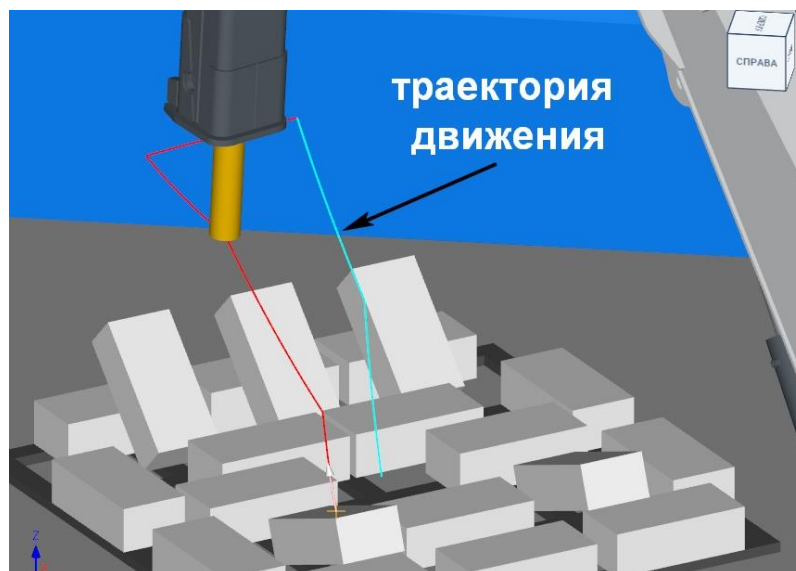

Рисунок 4. Имитация работы системы.
4) После выбора или задания цели становится активной кнопка «Выполнить имитацию». Необходимо нажать на неё, после чего будет сформирована траектория движения пики (рис.4) и коды управляющей программы. Если приход пики в заданную точку допустим, то в имитационной сцене модуля визуализации отобразится процесс виртуальной имитации движения звеньев бута, если не допустим, то в зависимости от возникшей ситуации появится сообщение об ошибке в окне информационных сообщений (см. раздел «Сообщения оператору»);